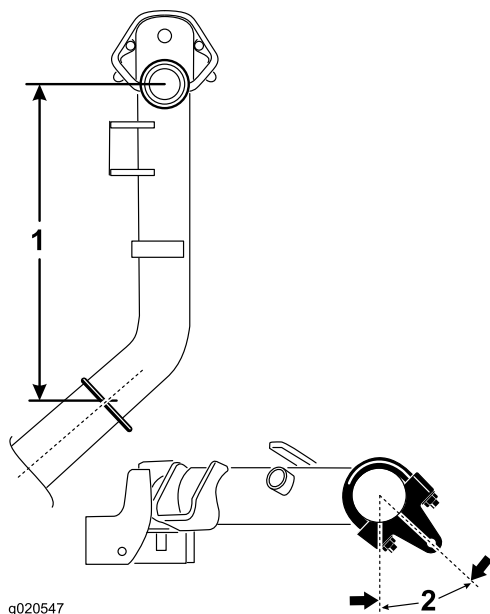

図 5
- 昇降アーム2番、3番では、ブラケットとUボルトが、ピボットナックルの中心線よりも38 cm 後ろになるように取り付ける 図 5。